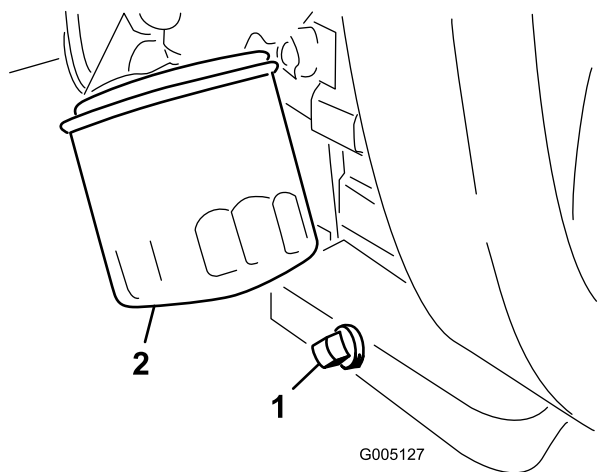

図 45
1. ドレン・プラグ (図 45) を外してオイルを
2. オイルフィルタ (図 45) を外す。新しいフィルタのガスケットに薄くエンジン・オイルを塗る。